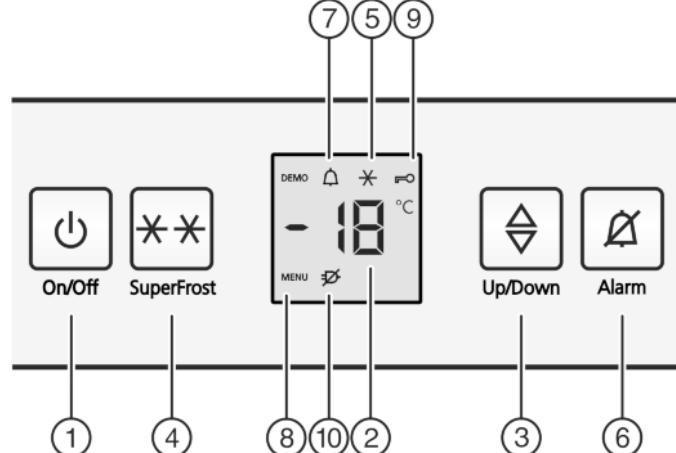

Fig. 2
- Вместе с индикацией температуры мигает символ «SuperFrost» Fig. 2 (5).*
- Нажмите кнопку On/Off Fig. 2 (1).
- Устройство включено. Индикатор температуры и символ "Alarm" Fig. 2 (7) мигают, пока температура не станет достаточно низкой.
- Активация режима настройки: Нажмите кнопку SuperFrost Fig. 2 (4) и удерживайте ее прим. 5 секунд.
- На индикаторе будет отображаться символ «Меню» Fig. 2 (8).
- Для подтверждения нажать и отпустить кнопку «SuperFrost» Fig. 2 (4).
- На индикаторе горит символ «Защита от детей» Fig. 2 (9).
- нажмите и отпустите кнопку "On/Off" Fig. 2 (1).
- Символ «Защита от детей» Fig. 2 (9) гаснет.
- Нажмите кнопку Alarm Fig. 2 (6).
Одновременно мигает индикация температуры и символ тревоги Fig. 2 (7).
Звуковой сигнал выключается автоматически, символ аварийного сигнала Fig. 2 (7) выключается и индикатор температуры перестает мигать, если температура снова становится достаточно низкой.